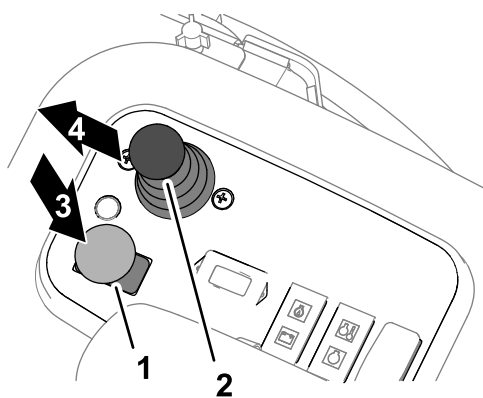

Figura 35
5. Use a alavanca de descida e corte/elevação para baixar as unidades de corte (Figura 35).
3. Mova o interruptor da transmissão da unidade de corte para DESENGATAR (Figura 35).